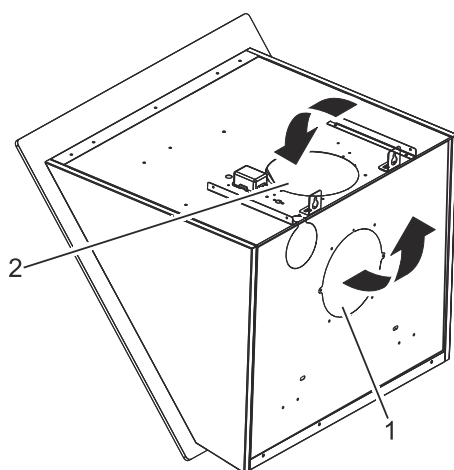

Fig. 16: Rotér motoren.
2. ➡ Tryk eller slå forsigtigt på det forskårne bagplade for at knække det ud. (Fig. 16/1).
4. ➡ Brug den knækkede plade til at lukke hullet af i toppen, med det medfølgende 2 skruer (Fig. 16/2).
Kontakt os for spørgsmål (Fig. 16).